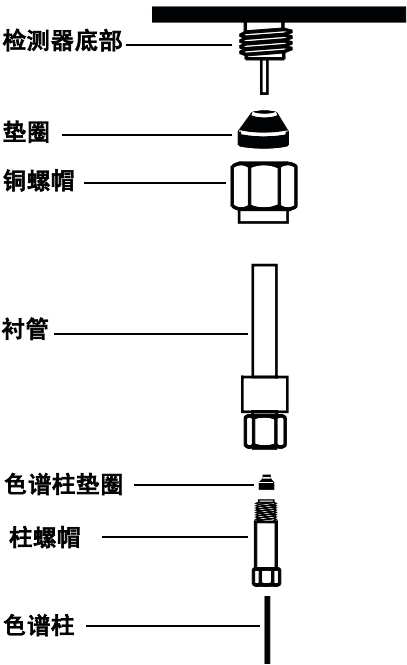

图 35 在 FID 或 NPD 上安装测试柱
- 2 其他的操作过程请参阅图 35。轻轻地把柱尽可能插入检测器（大约 40 mm）中直到其底部。不要试图强行插入柱。